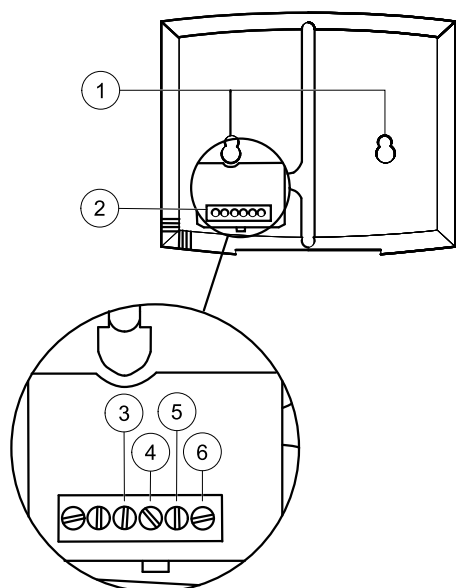

Fig. 15 Câblage du panneau de contrôle
Le panneau de contrôle est livré connecté au contrôleur Corrigo situé dans le coffret électrique. Le câble a une longueur de 10 m. Lorsque le panneau de contrôle doit être éloigné du câble de signal, il suffit de déconnecter les fils à l'arrière du panneau de contrôle de (figure 15).
2. Si nécessaire, percer deux trous dans le mur pour accrocher le panneau de commande (centre à centre : 60 mm) (pos. 1, figure 15).